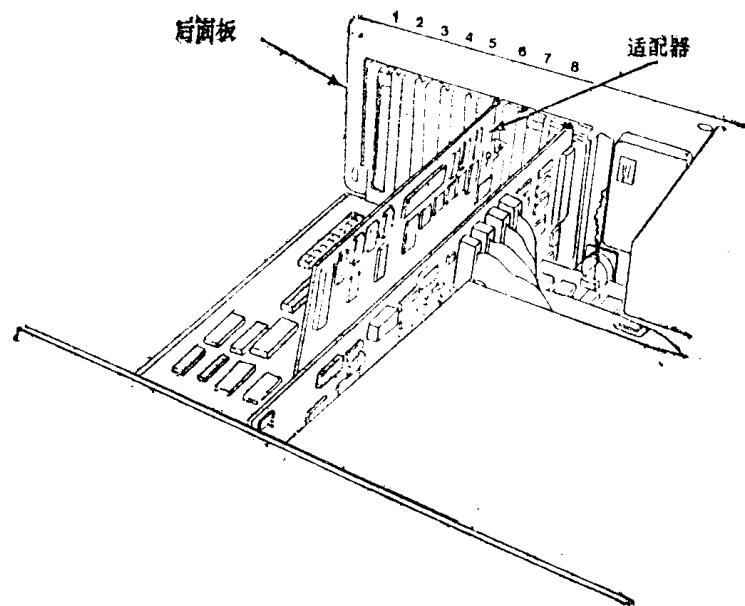

图 3.2-2
1. 观察系统主机内部的左后部，可能它的一些扩充槽或所有扩充槽已被适配器所占用。因此，为了安装存贮散件，必须将已安装在槽1到槽6的适配器取出。（见图3.2-2）